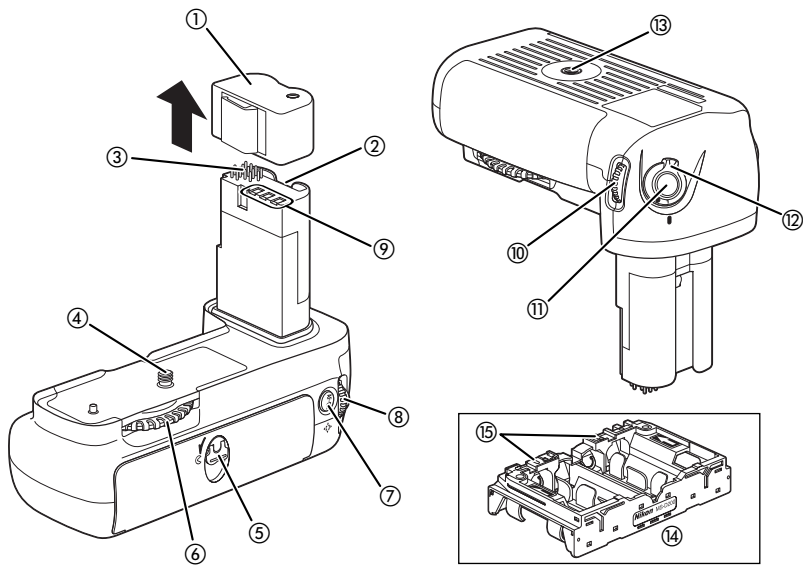

図 1 / Figure 1 / Abbildung 1 / Figure 1 / Figura 1 / Figur 1 / Рисунок 1
- 電源接点 (図 1-⑨) をショートさせないこと
- 電池を入れた単 3 形電池ホルダーの電源接点 (図 1-⑩) をショートさせないこと